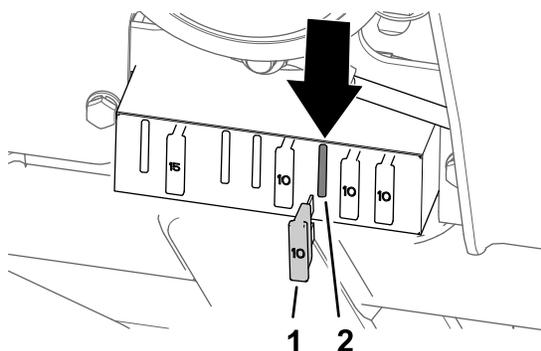

Figure 25
2. Dans le porte-fusibles, placez le fusible dans l'emplacement situé à la 3ème position en partant de la droite (Figure 25).